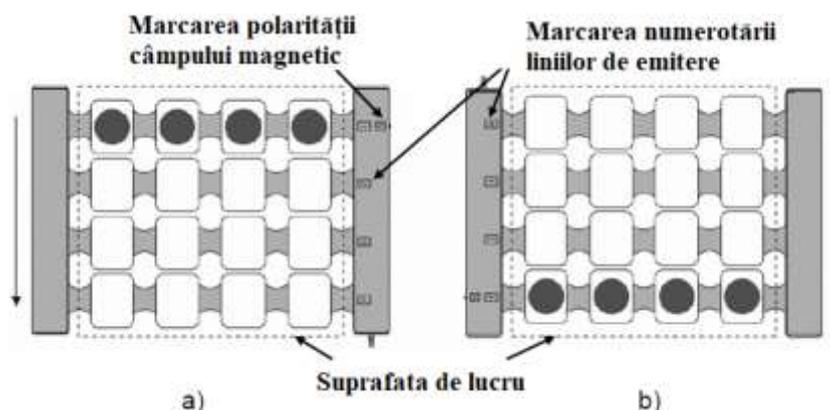

Fig. 16. Mergând pe orizontală, polaritatea câmpului magnetic de pe partea îndreptată spre tine este nord (marcaj de polaritate – N):
- 1) „funcționare orizontală” (Fig. 16, Fig. 17) – excitarea simultană a tuturor inductoarelor într-o linie cu excitarea unidirecțională ulterioară a tuturor inductoarelor liniei adiacente conform unei legi ciclice; ciclul pentru acest tip de măturare este de patru „pași” de excitare a liniilor inductoare (în funcție de numărul de linii din emițător).